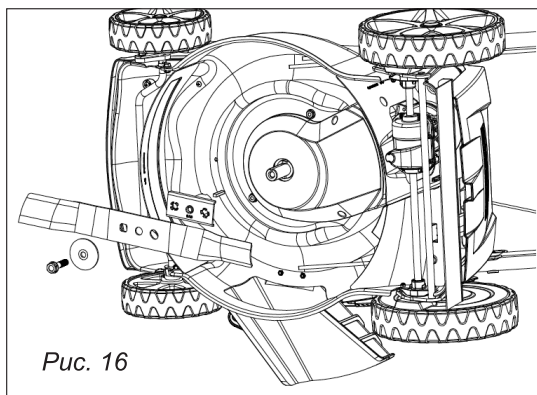

Рис. 16
4. Удерживая нож рукой отверните болт фиксатор от фланца, снимите нож, сборку производить в обратной последовательности (рис. 16).